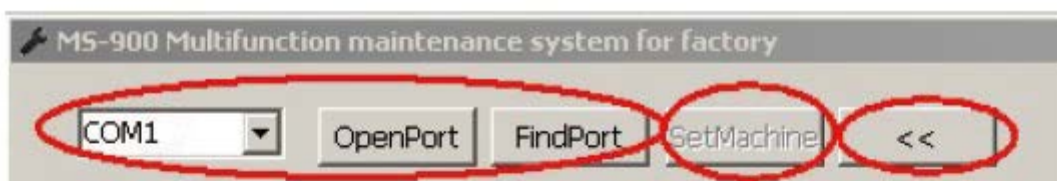

figure 1
2. Нажмите «Найти порт», «Поиск порта программного обеспечения» и автоматически подключите устройство, нажмите «Заккрыть», чтобы закрыть соединение (рис. 1).